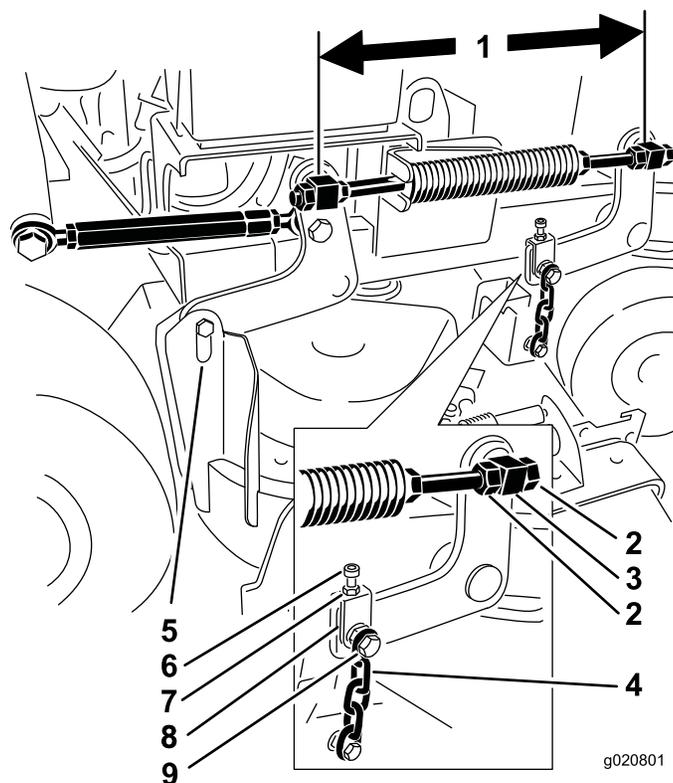

Figura 82
6. Verifique a distância entre as articulações, meça no centro das articulações (comprimento centro a centro) em cada barra roscada. Certifique-se de que o comprimento é de 49,5 cm para plataformas de cortadores de 91 cm e de 43,7 cm para plataformas de cortadores de 102 cm (Figura 82).
11. Se for necessário ajustar, desaperte o parafuso da corrente superior (Figura 82).
7. Desaperte os parafusos da corrente superiores (Figura 82).